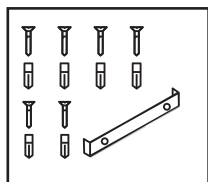

Рис. 13
8. Поместите внутренний декоративный короб в наружный (для модели JANNA ЗР). Установите наружный короб на корпус вытяжки и закрепите его винтами. Внутренний короб поднимите вверх до совмещения узлов крепления короба и планки и соедините их винтами (рис. 13).